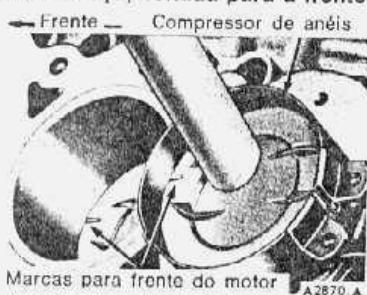

fig. 32 — instalação do êmbolo
4. Instalar a cinta compressora de anéis no êmbolo e empurrá-lo para o interior do cilindro com o cabo de um martelo, até o êmbolo atingir uma posição pouco abaixo do topo do cilindro (fig. 32). Guiar a biela para evitar danos do moente da árvore de manivelas. **Instalar o êmbolo com a marca na cabeça, voltada para a frente do motor.**